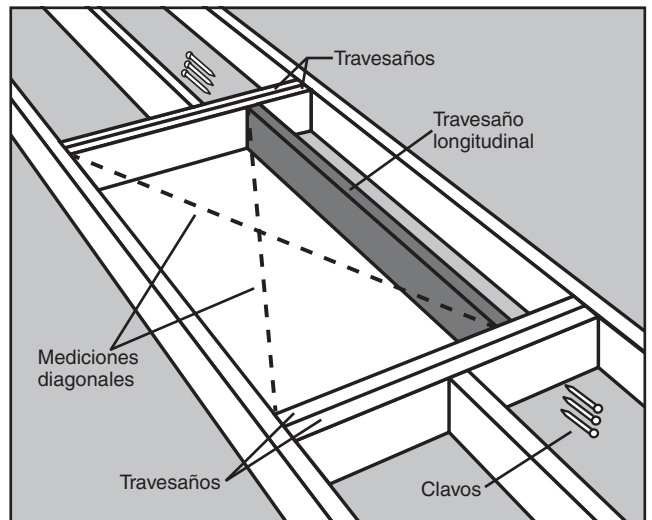

FIGURA 18
**PASO 4.** Posicione el travesaño(s) longitudinal a lo largo del lado(s) sin marco de su ubicación (Vea la Figura 18). Verifique que las dimensiones interiores del marco son 22-1/2" x 54" (WH2208 y WH2210), 25" x 54" (WH2508 y WH2510) ó 30-1/2" x 54" (WH3008 y WH3010).
**PASO 5.** Para sujetar el travesaño(s) longitudinal a los travesaños, utilice clavos que sean lo suficientemente largos para atravesar ambos travesaños y dentro del travesaño longitudinal en al menos 1 pulgada. Coloque en ángulo recto el travesaño(s) longitudinal en los travesaños, en un extremo, y clave (3) clavos 16d a través de los travesaños y dentro del travesaño longitudinal.
Revise en cuanto a ángulo recto, luego clave el otro extremo. Revise la abertura preliminar en cuanto a ángulo recto midiendo transversalmente las diagonales. **Las dos mediciones no deben diferir en más de 1/8" para considerarse en ángulo recto** (Véase la Figura 18).